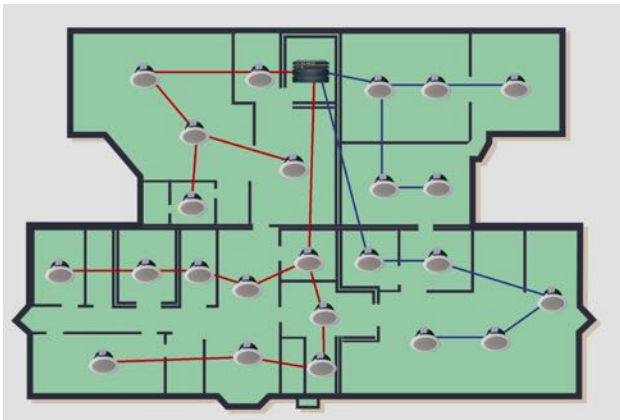

Рисунок 62 - Пример В: Переход на мультилинейную схему.
- Дополнительная гибкость в организации аудиотрансляции в зоне (отсеке). При этом линии оповещения могут быть программно объединены в логические группы в любых сочетаниях (см. *Рисунок 62*)